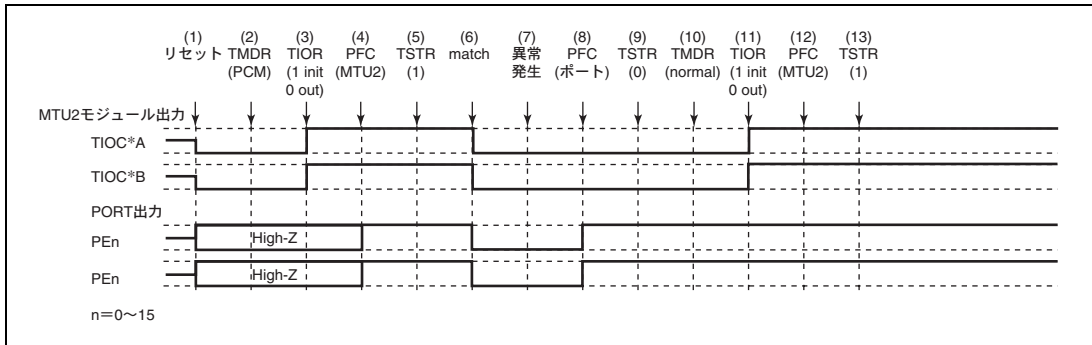

図 12.131 位相計数モードで異常が発生し、ノーマルモードで復帰する場合
位相計数モードで異常が発生し、再設定後ノーマルモードで再スタートする場合の説明図を図 12.131 に示します。
- (1) ~ (9) は図 12.131 と共通です。
- (10) PWM モード 1 を設定します。
- (11) TIOR で端子を初期化してください (PWM モード 1 では TIOC*B 側は初期化されません)。
- (12) 汎用入出力ポートで本モジュール出力としてください。
- (13) TSTR で再スタートします。
(19) 位相計数モードで動作中に異常が発生し、PWM モード 2 で再スタートする場合の動作
- (10) PWM モード 2 を設定します。
- (11) TIOR で端子を初期化してください (PWM モード 2 では周期レジスタの端子は初期化されません)。
(20) 位相計数モードで動作中に異常が発生し、位相計数モードで再スタートする場合の動作
- (10) 位相計数モードで再スタートする場合には必要ありません。
- (11) TIOR で端子を初期化してください。
(21) 相補 PWM モードで動作中に異常が発生し、ノーマルモードで再スタートする場合の動作